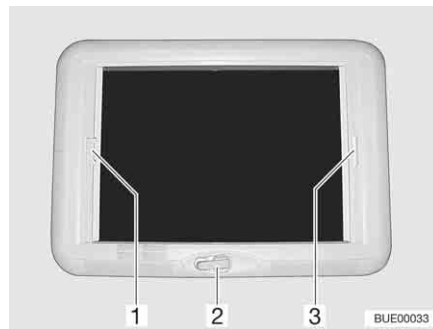

Fig. 88 Lanterneau à manivelle
- Tourner la manivelle (Fig. 88,2) jusqu'à ressentir une résistance.
- Tirer la poignée du dispositif occultant plissé (Fig. 88,3) et le relâcher lorsqu'il a atteint la position voulue. Le dispositif occultant plissé reste alors à cette position.
- Tirer sur la poignée (Fig. 88,1) de la moustiquaire jusqu'à toucher la poignée du dispositif occultant plissé (Fig. 88,3) située vis-à-vis et la faire s'enclencher.
- Appuyer sur la poignée de la moustiquaire (Fig. 88,1) vers l'arrière et le haut et décrocher la moustiquaire du dispositif occultant plissé (Fig. 88,3).